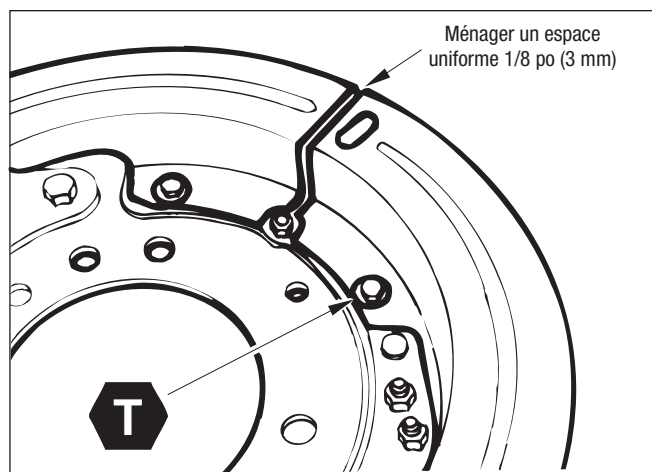

Figure 46 – Espacement de la tôle de protection
3. Repositionner au besoin la tôle de protection de façon à laisser un intervalle uniforme de 1/8 po (3,2 mm) entre les bords conjugués. Cf. *Figure 46*.